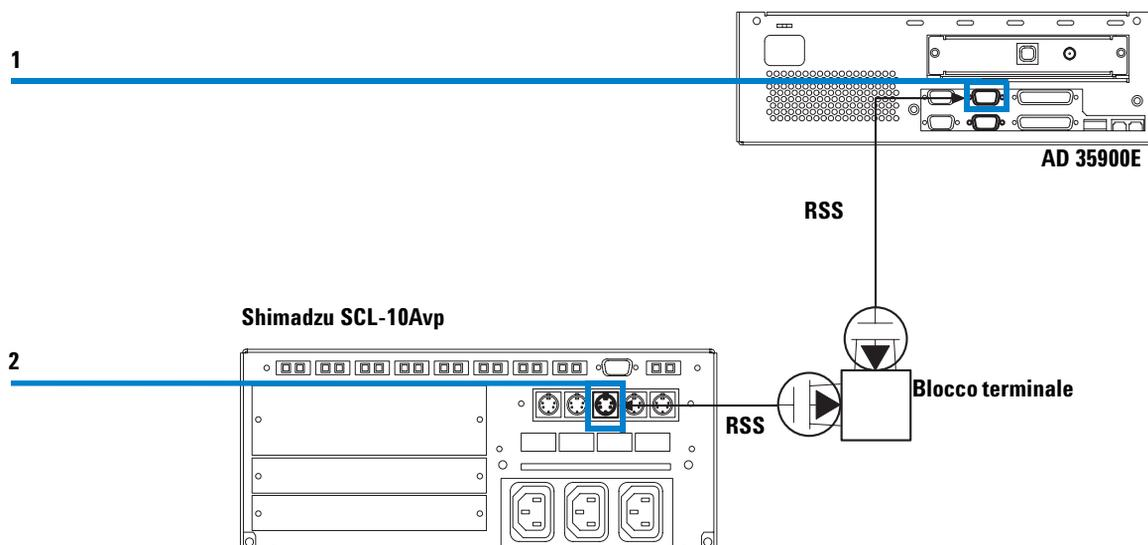

Figura 18 Collegamento dei cavi RSS dall'ADC allo Shimadzu SCL-10Avp
- 2 Collegare il cavo di avvio/arresto remoto come mostrato nella Figura 18. Un "blocco terminale" Shimadzu o un altro connettore per cavi con capocorda piatto collega i due cavi di avvio/arresto remoto.
- 4 Se il cavo di evento è installato correttamente come descritto nella Figura 18 a pagina 44, è possibile selezionare **Relay 1**.